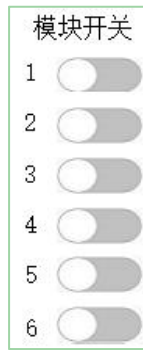

图 6-2 模块开关状态窗口
(6) 启动键右侧  箭头，表示各模块开关机快捷键，点击则弹出各模块开关状态下拉框，如下图 6-2 所示。点击 1-6 模块状态开关，则可控制各模块启动停机状态，绿色为启动状态，灰色为停机状态。点击窗口空白处，则窗口退出。